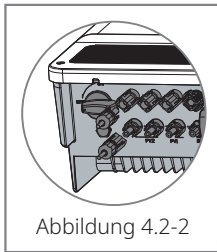

Abbildung 4.2-2
- **PV-Eingangsanschluss:** Bestätigen Sie die Verbindung zwischen ET und PV-Paneelen: Polaritäten (+/-) nicht verkehrt herum, beziehen Sie sich auf Abbildung 4.2-2.